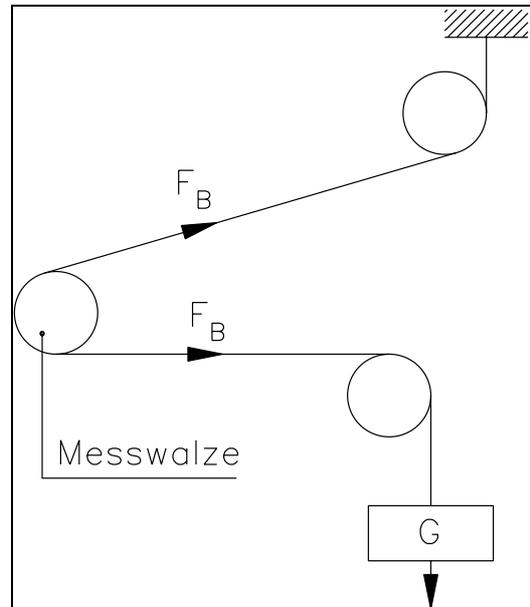

Bild 7: Kalibrierung des Verstärkers
Die folgenden Hinweise beziehen sich auf eine Inbetriebnahme und Kalibrierung in der Maschine, wobei der Materialzug durch ein Gewicht entsprechend dem Materialzug nachgebildet wird (siehe Bild 7).
- Material oder Seil mit einem definierten Gewicht belasten (Bild 7).